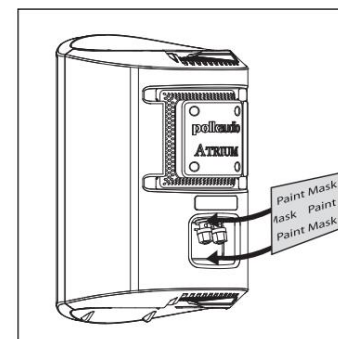
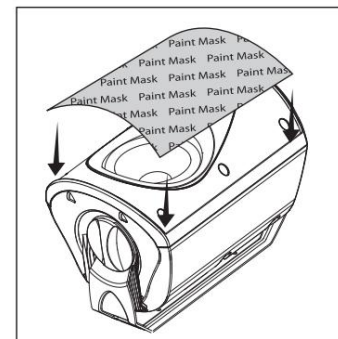

FIGURA 6: Mascăți terminalele situate pe spatele difuzorului.
FIGURA 7: Mascăți excitatoarele și defletoarele.
2. Mascăți terminalele, care sunt situate pe spatele difuzorului [Figura 6], panourile de capăt și butoanele de montare și mascăți cu grijă partea din față a difuzoarelor pentru a proteja difuzoarele și defletoarele în timpul vopsirii [Figura 7]. Grila are un logo care poate fi mascată dacă nu doriți să o vopsiți.